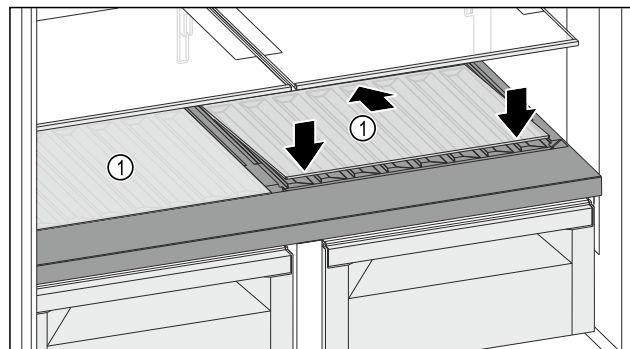

Fig. 122
- Ustawić płytę szklaną Fig. 122 (1) pod ukosem, nachyloną do tyłu w dół.
- Opuszczyć płytę szklaną Fig. 122 (1) z przodu.